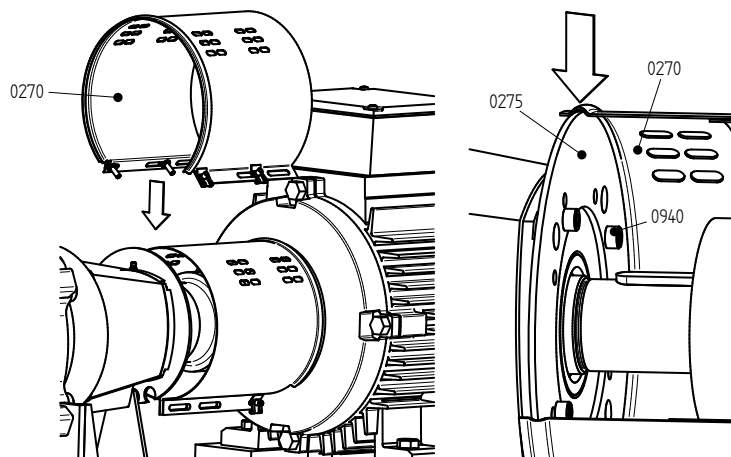

Figure 16: Installation de l'enveloppe côté pompe.
- 7 Dévissez les boulons (0940) et déposez la plaque d'assemblage (0275) du couvercle de palier (2115). Versions L5/L6 : Dévissez les boulons (0940) et déposez la plaque d'assemblage (0275) du couvercle de palier (2840). Voir figure 16.
Versions L5/L6 : fixez la plaque d'assemblage (0275) sur le support de palier (2840) avec les boulons (0940). Voir figure 16.